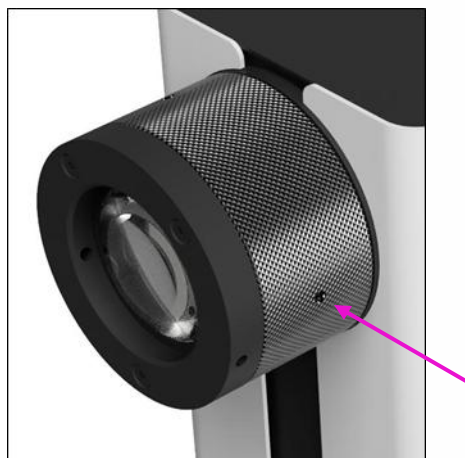

図 29：pE-400シリーズ・ダイレクト・フィット光源の光学調整は、光出射バレルをひねることで行います。グラブネジ（水色の矢印）をまず緩める必要があります。
1. 光出力バレルのグラブネジを緩めます（図 29、矢印）。